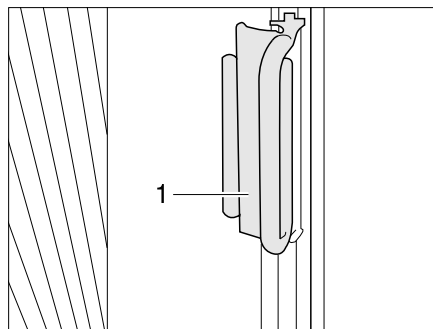

Bild 23 Verriegelung Faltdunklung Fahrer-/Beifahrerfenster
- Die Faltdunklungen für das Fahrerfenster und das Beifahrerfenster mit dem Griff (Bild 23,1) auf den Aufsatz schieben. Die Faltdunklung ist gesichert.